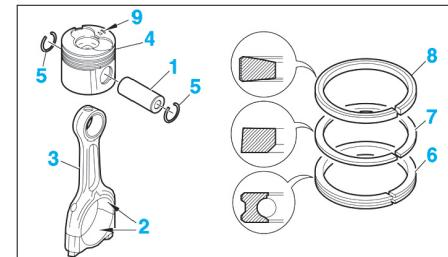

FIG. 79
- Effectuer l'assemblage de chaque ensemble bielle-piston, en huilant les axes (1) et les demi-coussinets (2) dans la tête de bielle (3). Utiliser des jongs d'arrêt neufs (5) (Fig.79).
- Monter les segments huilés sur les pistons (4) en commençant par le segment racleur (6) puis celui d'étanchéité (7) et enfin le segment coup de feu (8) en plaçant les marquages "Top" vers la tête du piston. Tiercer les segments à 120°, en les décalant par rapport à l'axe de piston et à la coupe du segment racleur.